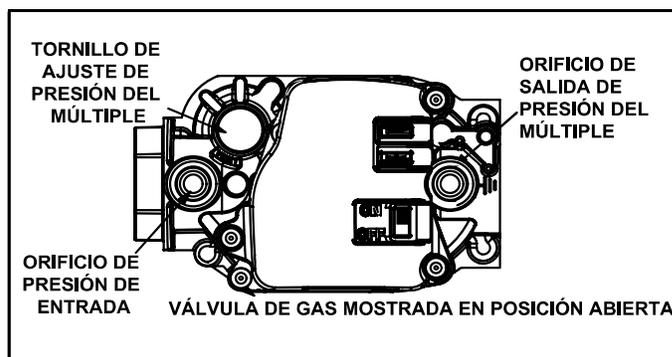

Figura 55
Funcionamiento de la válvula de gas (Figura 55)
- 6 - Mueva el interruptor en la válvula de gas a la posición APAGADO. Ver la Figura 55.
- 8 - Mueva el interruptor en la válvula de gas a la posición ENCENDIDO. Ver la Figura 55.